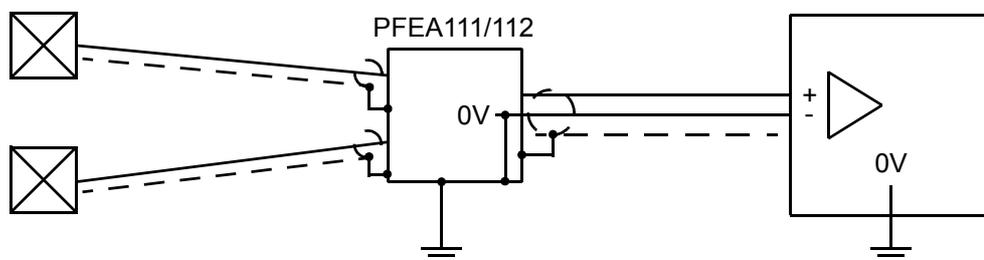
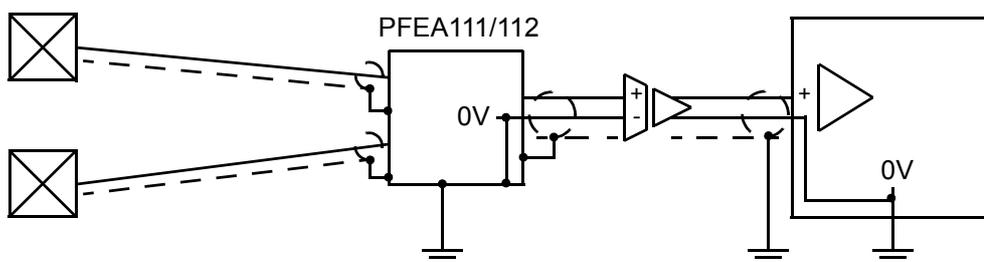

Figura 2-7. Conexão a um sistema superior com uma entrada isolada ou diferencial
Figura 2-8. Conexão a um sistema superior através de um amplificador de isolamento separado
- Como o terra de sinal do sistema de medição é conectado ao terra do chassi da unidade eletrônica, a entrada de um sistema superior conectado ao sistema de controle não deve ser aterrada. As melhores maneiras de interconectar o sistema de medição e um sistema superior para obter o melhor funcionamento estão mostradas na figura 2-7 e na figura 2-8.